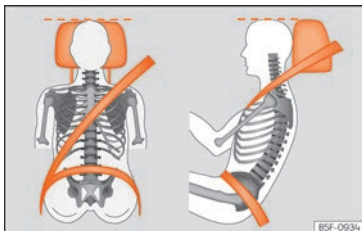

Fig. 15 Banda del cinturón y apoyacabezas ajustados correctamente.
- Ajuste el apoyacabezas de modo que el borde superior quede, en la medida de lo posible, a la altura de la parte superior de la cabeza, lo más cerca posible de la altura de los ojos »» pág. 104. Mantenga la nuca lo más cerca posible del apoyacabezas »» fig. 15.
- Ajuste longitudinalmente el asiento de forma que pueda pisar a fondo los pedales con las rodillas ligeramente flexionadas y que quede una distancia entre la zona de las rodillas y el tablero de instrumentos de al menos 10 cm (4 pulgadas) »» fig. 15.